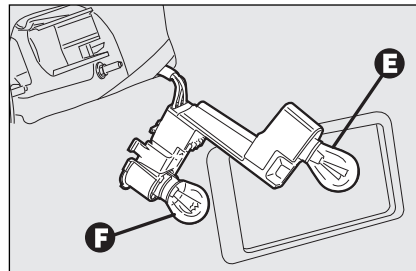

fig. 39
- druk de gloeilamp iets in, draai hem linksom en verwijder de gloeilamp **fig. 39**: